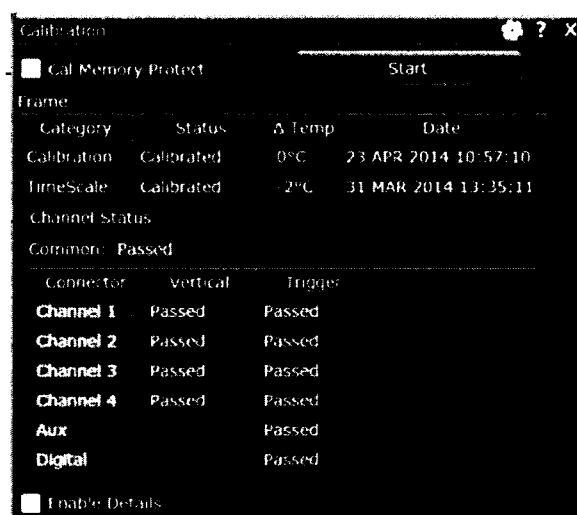

Рисунок 1
8.2.3 Снять галочку в поле Cal Memory Protect (рисунок 1), (вы не сможете запустить процедуру самопроверки, если эта галочка установлена).